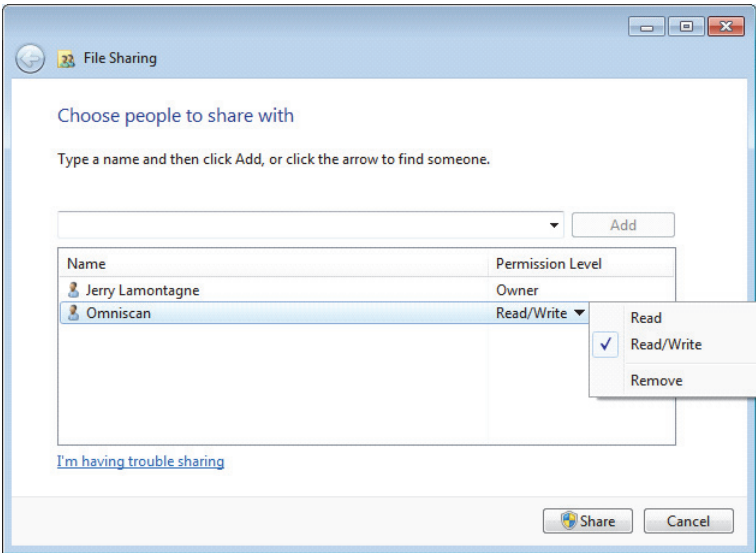

图 7-29 在文件共享对话框中设置权限（Windows 7）
6. 在 **Permission Level**（权限水平）窗口中，为 **Omniscan** 选择 **Read/Write**（读 / 写）（参见第 197 页的图 7-29）。